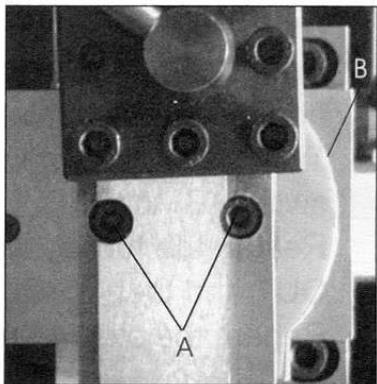

Рис.8
ложен на поперечном суппорте и установлен к нему под прямым углом (обозначен нулевой отметкой на корпусе поперечного суппорта). Чтобы установить продольный суппорт для пиления под углом, двигайте салазки, пока не покажутся два крепёжных винта (A), см. Рис.8